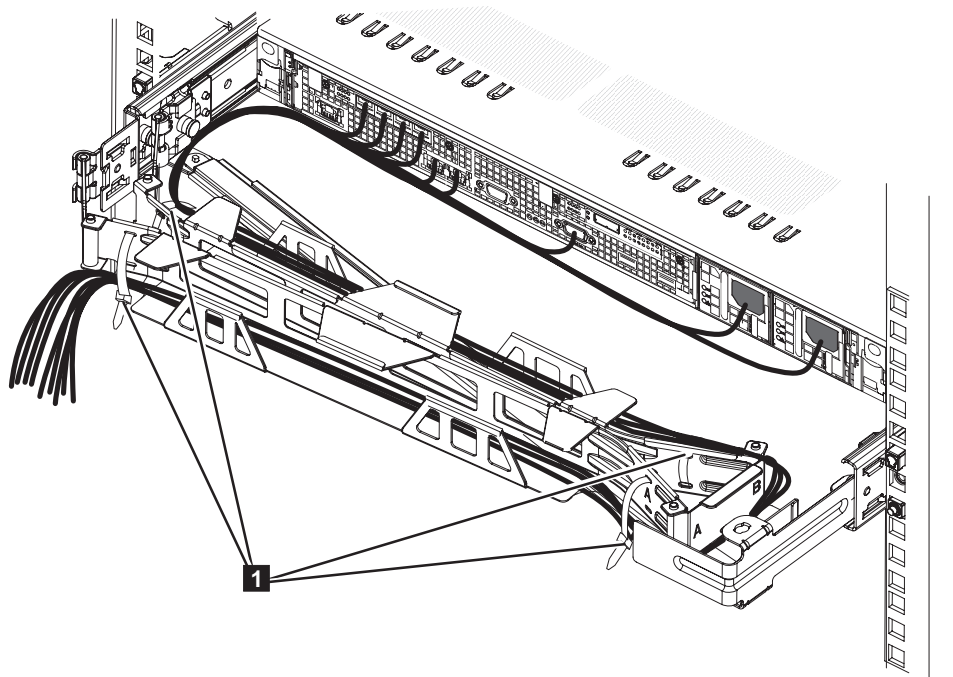

図 29. ケーブル・マネジメント・アーム内の SAN ボリューム・コントローラー 2145-CF8 ケーブル
- a. ケーブル・マネジメント・アーム上で、データ・ケーブルおよび電源コードを 33 ページの図 29 の **1** に示すように、配線します。